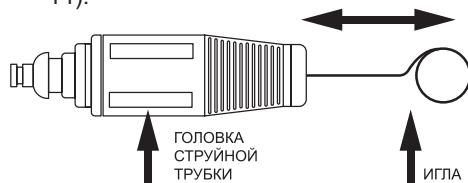

Рис. 14 Чистка форсунки головки струйной трубы
4. С помощью иглы для чистки форсунки (поставляется в комплекте) прочистите форсунку струйной трубы (Рис. 14).